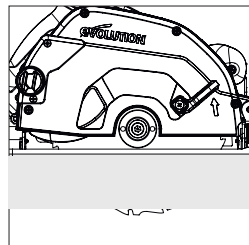

Fig. 12
- In molti casi la profondità di taglio deve essere regolata alla stessa altezza dello spessore del materiale da tagliare più la metà della altezza di un dente della sega (dalla sua punta alla radice). (Fig.12)
(13) REGOLAZIONE DELL'ANGOLO DI TAGLIO (SMUSSO)